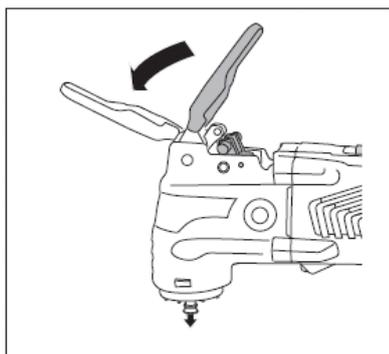

Рис. 5
1. Разблокируйте цангу шпинделя, открыв рычаг блокировки шпинделя на 180°(рис. 5).